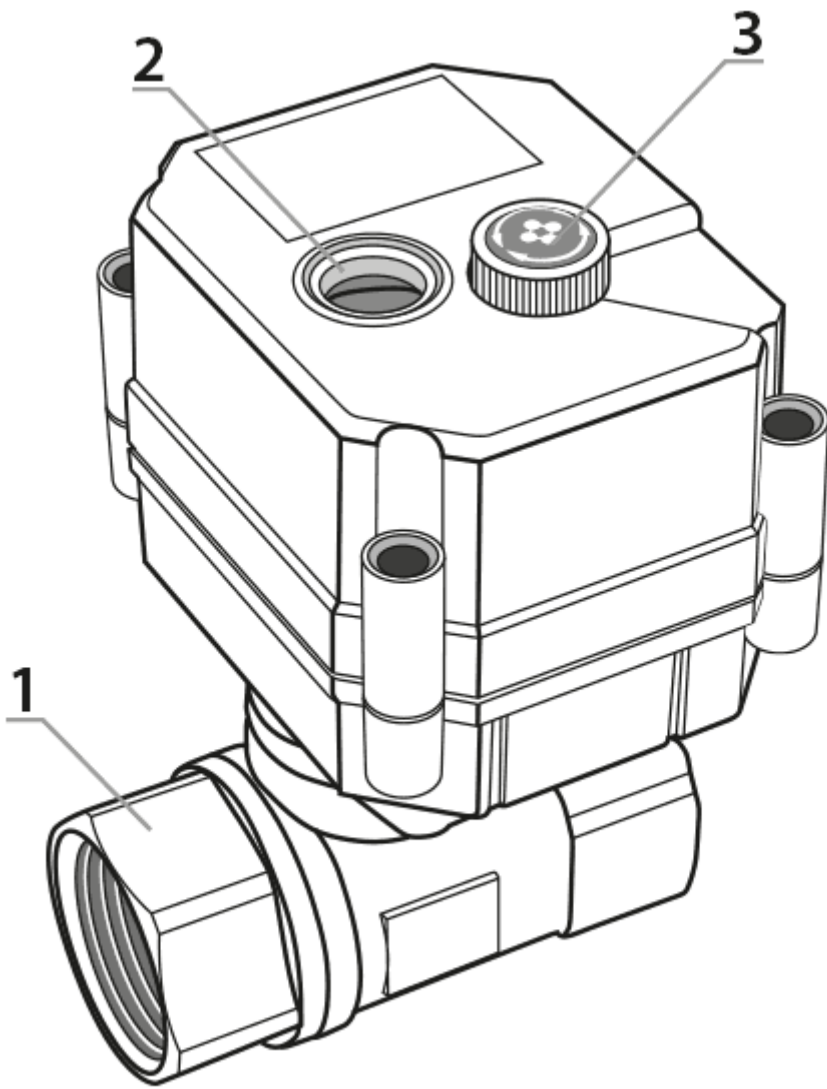
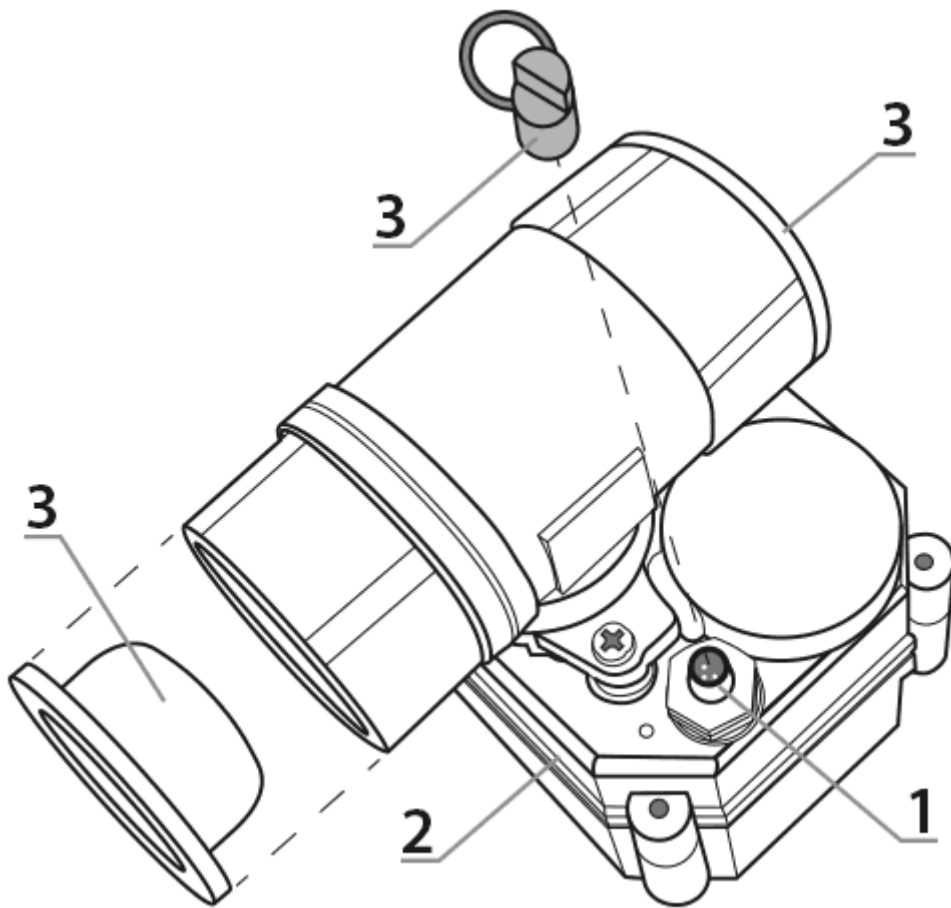

Fig. 1.
Fig. 2.
La válvula debe instalarse en un lugar que, en caso de detección de inundación, corte el área deseada o el sistema completo (dependiendo de sus necesidades). La válvula debe instalarse en una tubería de agua, asegurando el acceso del sensor magnético (Fig. 2, pos. 2), a la toma de corriente / carga (Fig. 2, pos. 1) y al botón de apertura manual (Fig. 1, pos.3). Si se producen problemas durante la instalación, puede separar el cuerpo con la electrónica del cuerpo de la válvula como se muestra en la Fig. 4.